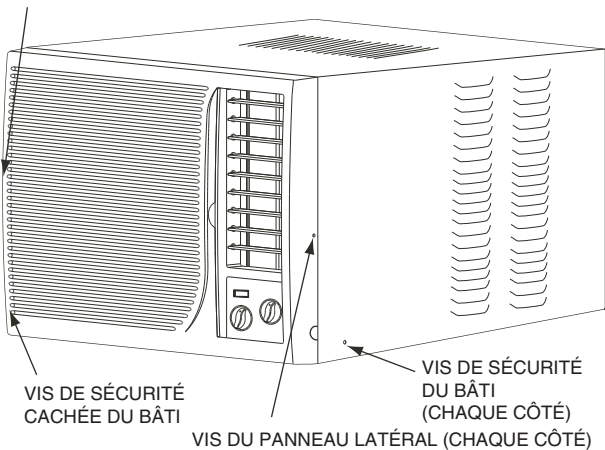
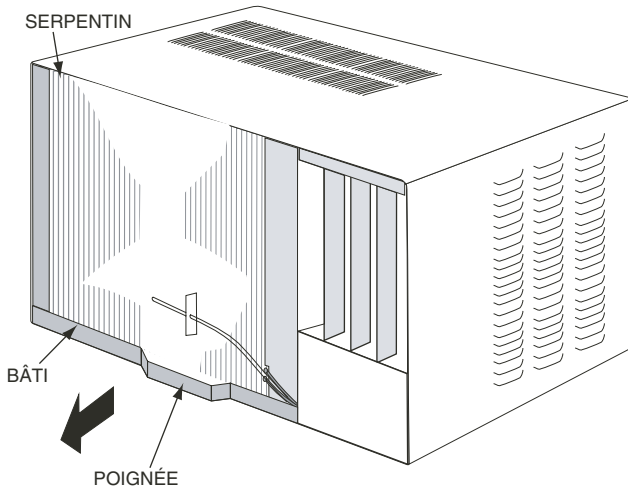

FIGURE 4 — RETRAIT DU PANNEAU AVANT
FIGURE 5 — RETRAIT DU BÂTI
5. Enlevez le panneau avant du climatiseur en retirant les vis du panneau latéral (une de chaque côté). Tirez ensuite sur le panneau avant pour le dégager du bâti du climatiseur. Gardez les vis pour la réinstallation. Consultez la Figure 4.
6. Enlevez les vis de sécurité du bâti situés sur les côtés du caisson. Conservez les vis. Consultez la Figure 4. Une poignée vous permet de retirer le bâti. Faites glisser délicatement le bâti du caisson en tirant sur la poignée. Le bâti est lourd; il se peut que vous ayez besoin d'aide. Prenez garde de ne pas plier ni endommager les ouvertures de ventilation situées sur le bâti. Consultez la Figure 5.